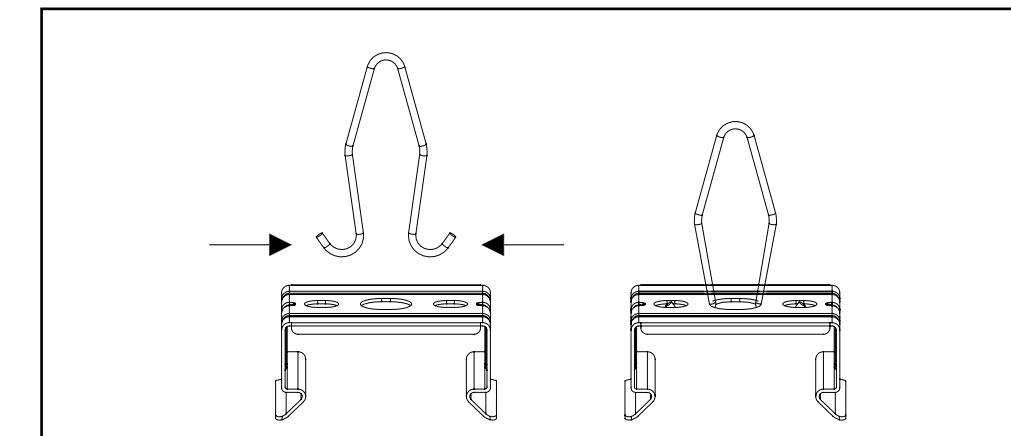

Figura 5.
5. Presione el gancho en V (B) desde los lados y páselo por el orificio central del soporte. Asegúrese de que las patas del gancho se introduzcan en los orificios laterales situados en la cara superior del soporte de montaje (Figura 5). Si se monta con cadena (proporcionada por terceros), fije la cadena a la estructura (proporcionada por terceros) y pásela en forma de lazo por el gancho en V (B).